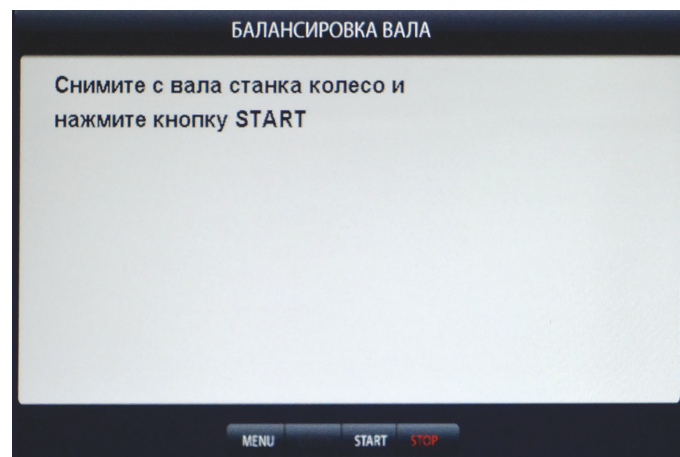

рис.20.1
20.2. Нажмите кнопку МЕНЮ, в открывшемся окне Меню выберите пункт 2 "Балансировка авала", нажав кнопку 2 в верхнем ряду клавиатуры. Откроется окно БАЛАНСИРОВКА ВАЛА рис.20.1.